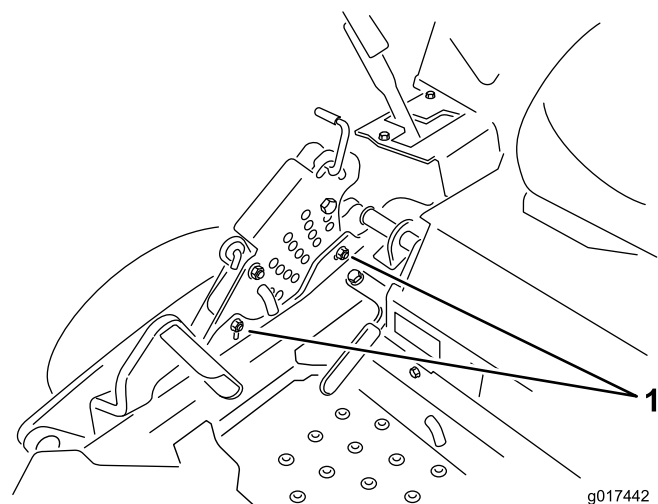

Figure 72
12. Pour régler le système monopoint, desserrez les deux boulons au bas de la plaque de hauteur de coupe Voir la Figure 72.
14. Serrez les deux boulons au bas de la plaque de hauteur de coupe (Figure 72). Serrez à un couple de 37 à 45 Nm.